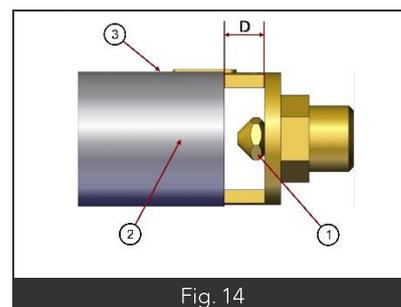

Fig. 14
- Accéder à la bague d'air (Fig14 Rep2) la dévisser (Fig14 Rep3) puis la faire glisser de façon à pouvoir accéder à l'injecteur monté sur l'étrier.
- Dévisser l'injecteur (Fig14 Rep1), le remplacer par l'injecteur souhaitée selon tableau 4.1 ci-dessus.
- Bloquer la bague d'air (Fig14 Rep3)